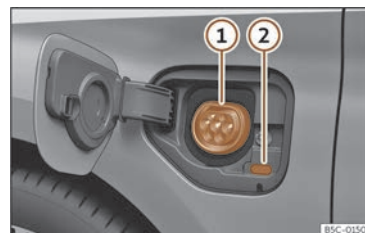

Fig. 207 Detrás da tapa de carga da batería na parte dianteira esquerda: Toma de carga
>>> **fig. 207**
• Co vehículo desbloqueado, ao premear a tapa de carga da batería esta abrírase » **fig. 207.**